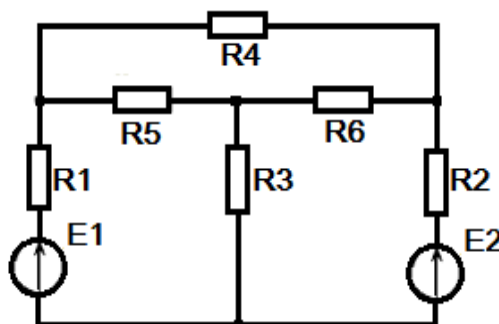

Рис. 1.54. Схема к задаче 3
3. Определить ток  $I_3$ , если  $R_1 = R_2 = 1$  Ом,  $R_3 = 5$  Ом,  $R_4 = 12$  Ом,  $R_5 = R_6 = 6$  Ом,  $E_1 = 100$  В,  $E_2 = 92$  В (рис. 1.54).